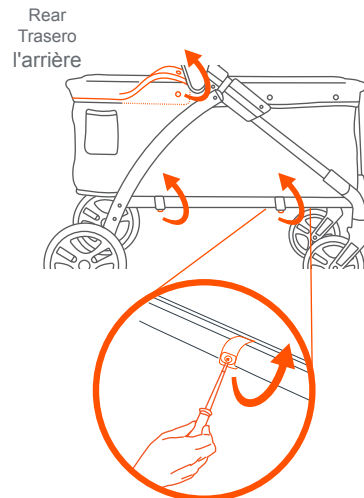

Fig. 16b
- Remove the screws from the bottom of the frame (Fig. 16b).
- Undo the hook and loop on the rear end of the frame (Fig. 16b).
- Retire los tornillos de la parte inferior del armazón (Fig. 16b).
- Desprenda el gancho y bucle en el extremo trasero del armazón (Fig. 16b).
- Retirer les vis de la base du cadre (Fig. 16b).
- Défaire la fixation en crochet et boucle à l'extrémité arrière du cadre (Fig. 16b).